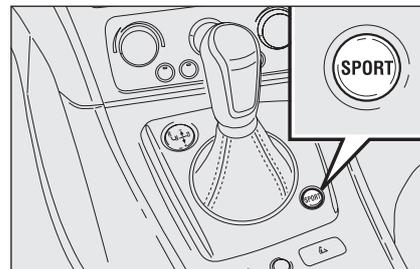

fig. 6
In qualunque modalità in cui si trovi il cambio è possibile utilizzare la logica **SPORT/NORMAL (S)**: per inserire tale funzione premere il pulsante **SPORT (fig. 6)** ubicato sulla mostrina del cambio.
La logica **Sport/Normal (S)** è inseribile premendo il pulsante **SPORT (fig. 6)** qualunque sia la modalità di funzionamento selezionata.